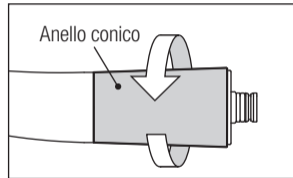

Fig. 11
- 1) Svitare e rimuovere l'anello conico sul retro del manipolo (Fig. 11).